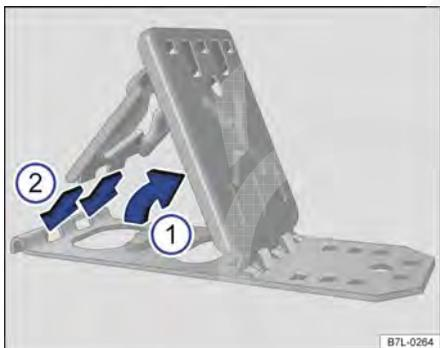

Fig. 233 Rebater os calços dobráveis.
- Erguer a chapa de apoio → Fig. 233 ①.
- Encaixar completamente as duas “pontas” da chapa de segurança nos furos longos da chapa base ②.